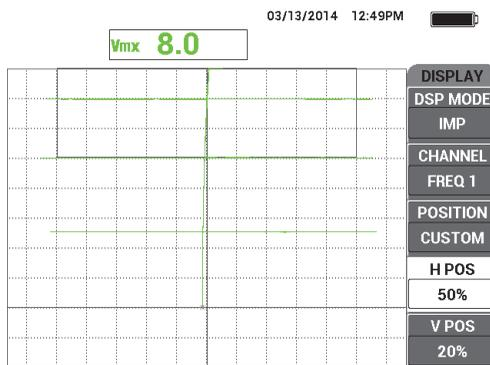

Рис. 5-89 Создание нескольких горизонтальных меток
10. Повторите шаг 9, используя сначала две визитные карточки, а затем одну визитную карточку, для создания нескольких горизонтальных меток (см. Рис. 5-89 на стр. 203).